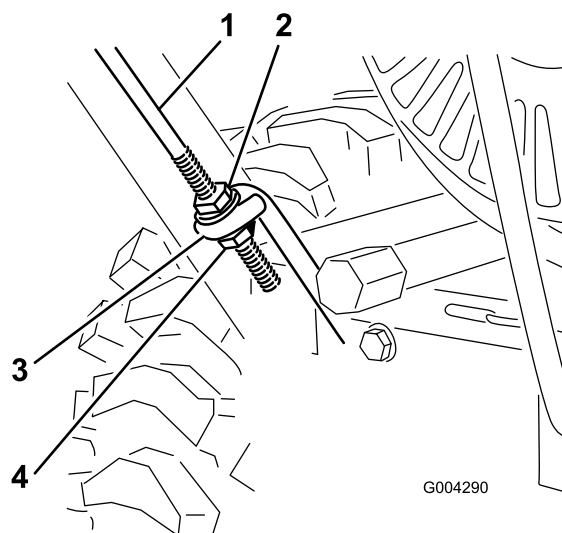

Figure 4
3. Vissez un écrou à embase (pas le contre-écrou à embase), embase en bas, sur la tige de commande de déplacement fixée au côté gauche du guidon (Figure 4).
4. Placez le côté gauche du guidon en appui contre le côté de la machine et insérez le bout de la tige de déplacement dans la boucle (Figure 4).
1. Vissez le contre-écrou à embase (embase en haut) sur le bas de la tige de commande de déplacement, sous la boucle (Figure 4).